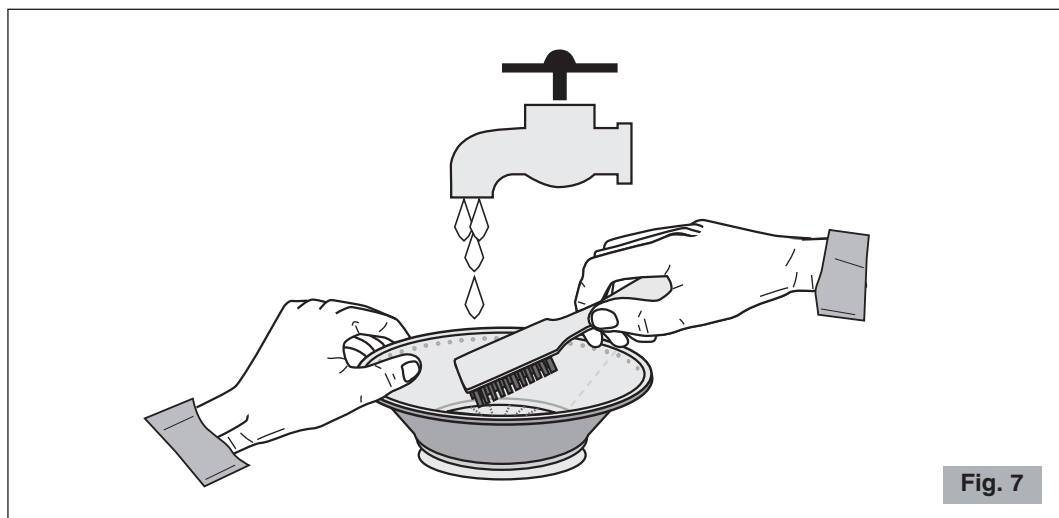

Fig. 7
- Per ottenere una più alta resa di succo assicurarsi sempre che il cestello sia pulito accuratamente utilizzando la spazzola in nylon in dotazione. Utilizzando questa spazzola, tenere il cestello sotto al rubinetto e spazzolare la parte interna del setaccio (vedi Fig. 7), controllare poi in controluce che non ci siano fori del setaccio ostruiti. Se dovessero esserci fori ostruiti, immergere il cestello in una soluzione di acqua calda con il 12% di succo di limone o aceto in maniera da liberare i fori. In alternativa lavare il cestello in lavastoviglie.